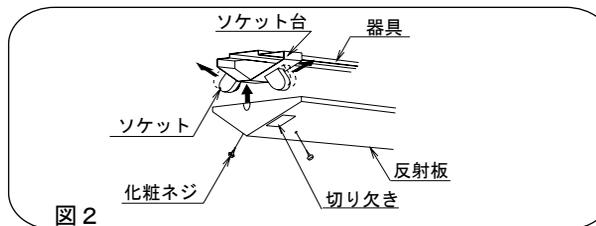

図2
- 1) 反射板の切り欠きにソケットを挿入し、反射板を天井面に押し上げる。（2灯用の場合ソケットは、図2のように矢印の方向に移動する。）